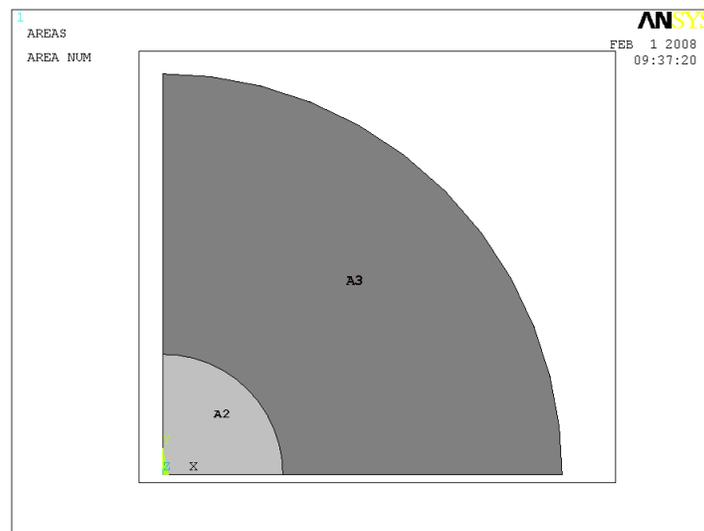

Рисунок 47. Выбор поверхностей всей модели
- С помощью прямоугольника выбрать все поверхности модели (Рисунок 47).